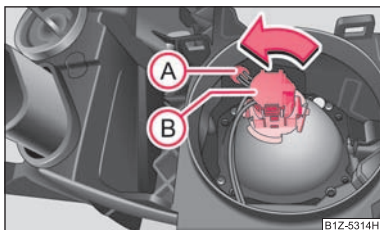

Abb. 195 Ausbau der Lampen für Stand- und Abblendlicht
- Nehmen Sie die Fassung (A) heraus ⇒ Abb. 195.
- Den Stecker mit der Glühlampe (B) bis zum Anschlag nach links drehen und herausnehmen ⇒ Abb. 195.